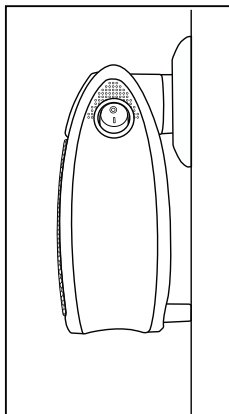

Fig. 1
- L'apparecchio deve essere utilizzato solo collegandolo ad una presa di corrente, in posizione dritta e completamente montato. I distanziatori 10 devono toccare la parete (vedere fig. 1).